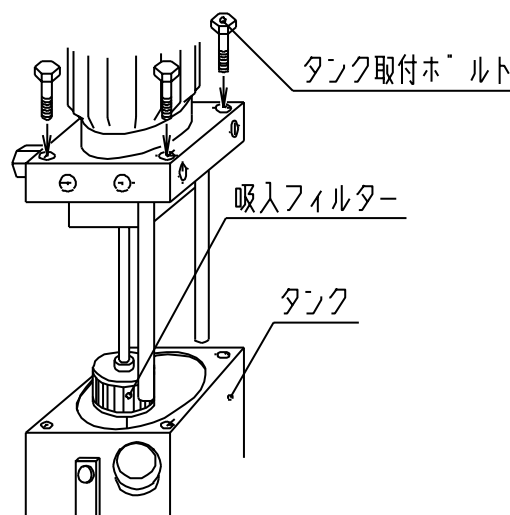

図9 吸入フィルターの洗浄
- (1) 吸入フィルターが目詰まりすると騒音や流量不足の原因となります。定期的に洗浄して下さい。1日、8時間程度の使用で、1年に1～2回行なって下さい。
- (2) タンク内に吸入フィルターが組み込まれています。図9に示す4本のタンク取付ボルトを緩めてタンクを取り外して行なって下さい。